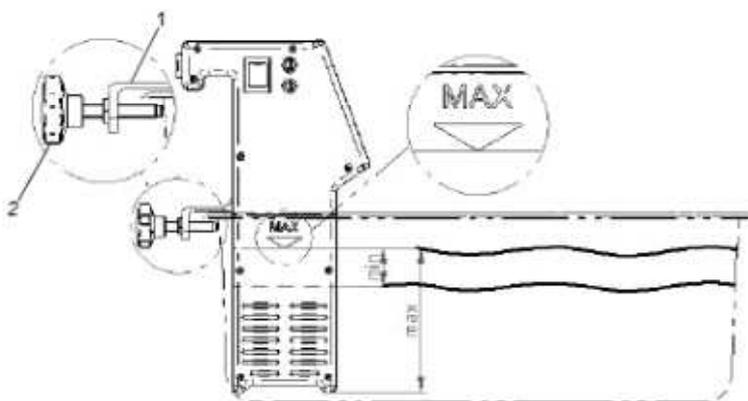

Рис.5
- **Автоматическое защитное устройство для предотвращения работы без воды (поз.6, рис.2):** если уровень воды меньше минимальной отметки (см.рис.5), работа аппарата прекращается, а на дисплей выводится сообщение об ошибке (H2O).
Термостат погружной ASV WI-FOOD предназначен для использования с обычными ваннами стандарта Gastronorm 1/1 или 2/1 Н. 200 (как показано на рис.5) или, в более общем случае, с ваннами максимальной емкостью 80 л и максимальной глубиной 200 мм.
Аппарат должен устанавливаться на краю ванны с помощью специального профиля (поз.1, рис.5) и плотно крепиться к нему с помощью ручки (поз.2, рис.5).
**ВНИМАНИЕ!** Тщательно соблюдайте указания и не превышайте отметку **максимального уровня**, нанесенную на стенки аппарата (см. рис.5) во избежание брызг при заполнении ванны и погружении пакетов.